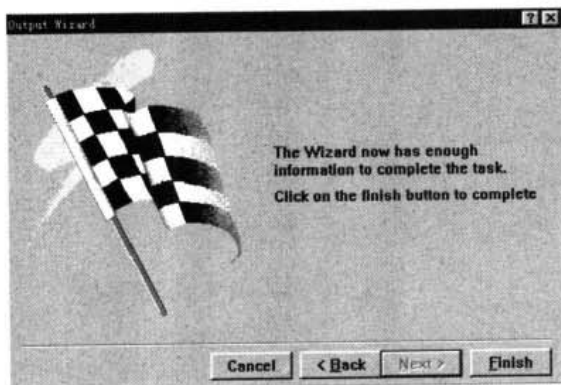

图 18-17 确认元件列表文件生成
(6) 单击 Finish 按钮, 即可完成元件列表文件的创建。或者单击 Next 按钮, 弹出如图 18-17 所示的对话框, 再单击 Finish 按钮, 也可完成元件列表文件的创建。其系统默认文件的名称为 CAMManager2.cam。